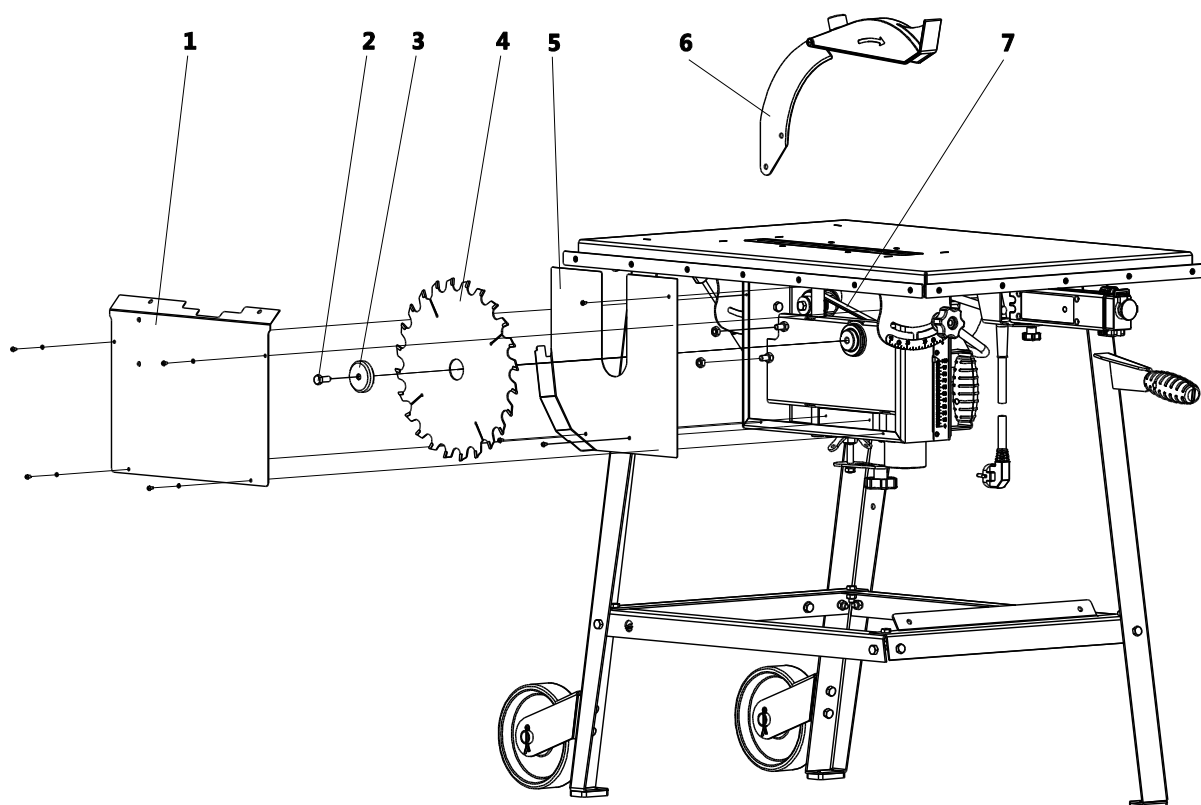

Рисунок 9. Установка приводного ремня
8.2 Замена приводного ремня (рис. 9)